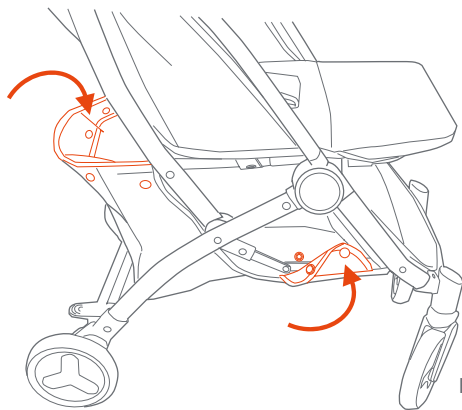

Fig. 5
• Verificare che tutti i pulsanti a scatto siano chiusi nella sezione posteriore del passeggino. Il pannello in tessuto avvolge i tubi del cestino ed è fissato con i 4 bottoni automatici (Fig. 5). Non utilizzare il cestino se tutti i bottoni automatici non sono correttamente chiusi.